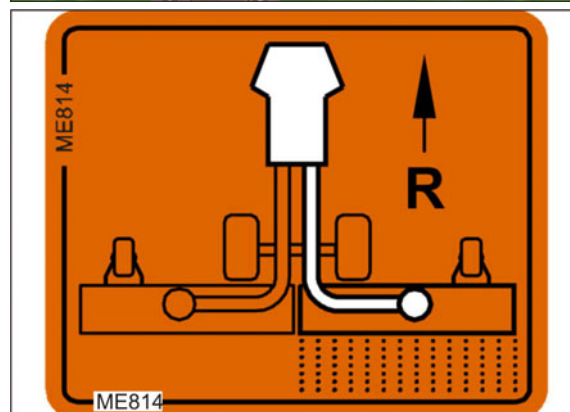

Fig. 216
4. Mutați și blocați pârghia către stânga (Fig. 216/2):